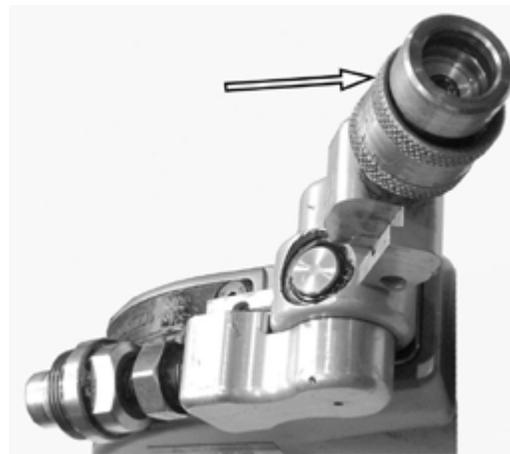

Figura 9. Forquilha girada
3. Veja a Figura 9. Desengate a forquilha multiarticulada girando a forquilha de avanço para longe da forquilha de retração, desengatando as chavetas. Puxe cada forquilha para fora do banjo.